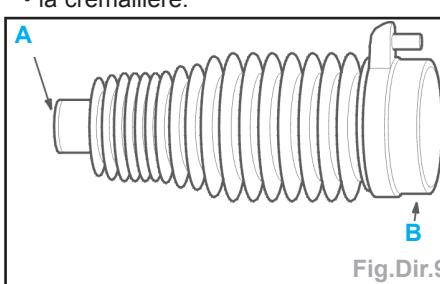

Fig.Dir.9
• les portées (A et B) du soufflet de crémaillère (Fig.Dir.9),